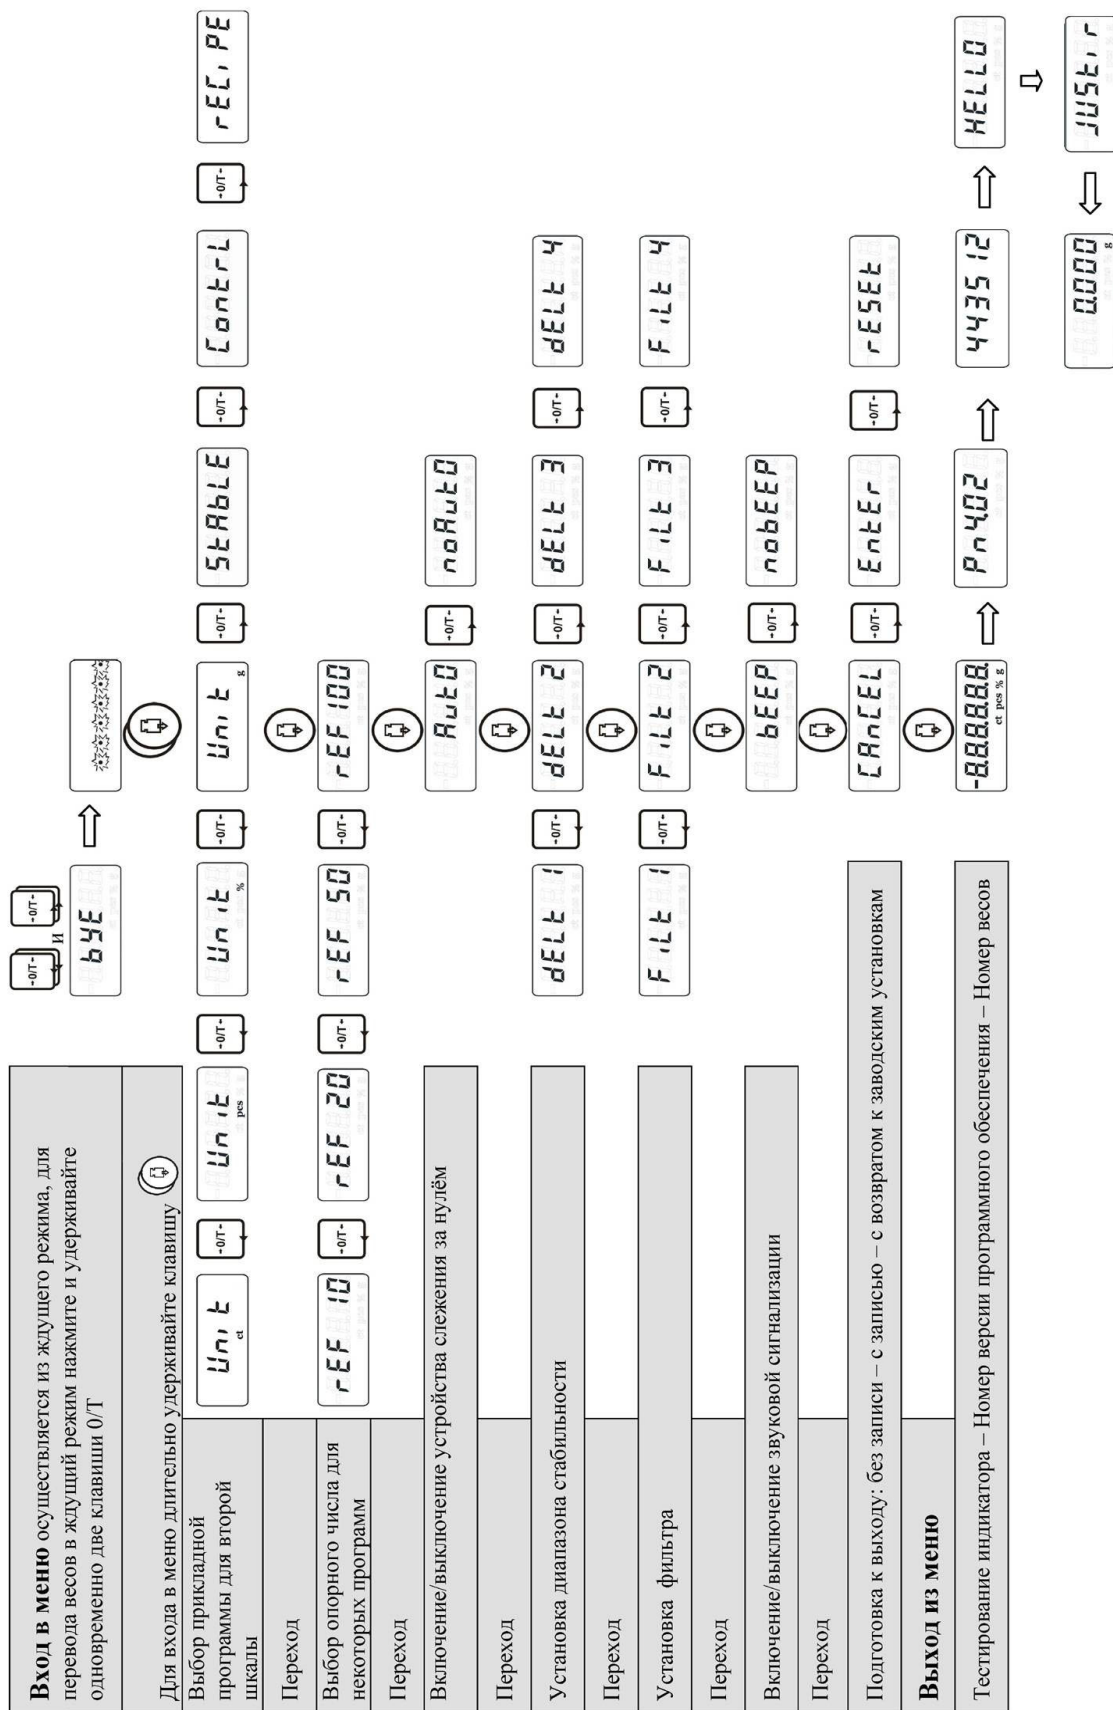

Рисунок 5 – Конфигурация меню
- Переход к следующей опции (рисунок 5) осуществляется коротким нажатием клавиши . Чтобы вернуться к пройденной опции, необходимо заново войти в меню.
Установка программы (Рисунок 5)